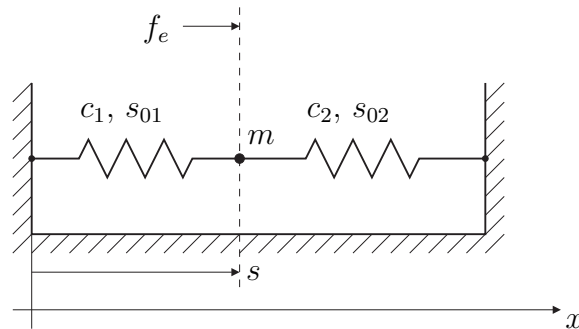

Abbildung 1: Eindimensionale Feder-Massekonfiguration.
1. In dieser Aufgabe soll die in Abbildung 1 dargestellte Anordnung von zwei Federelementen mit einer konzentrierten Punktmasse untersucht werden. 7 P.
- Nach einer geeigneten Koordinatentransformation ergibt sich die Bewegungsgleichung des Systems aus Abbildung 1 für  $f_e = 0$  zu  $m\ddot{x} = -c_g x$ . Verwenden Sie den Lösungsansatz  $x(t) = x_0 \cos(\omega_0 t)$ . Bestimmen Sie die Eigenfrequenz  $\omega_0$  und zeigen Sie, dass es sich bei der Relation  $x(t) = x_0 \cos(\omega_0 t)$  um eine Lösung der Differentialgleichung  $m\ddot{x} = -c_g x$  handelt. 1 P.